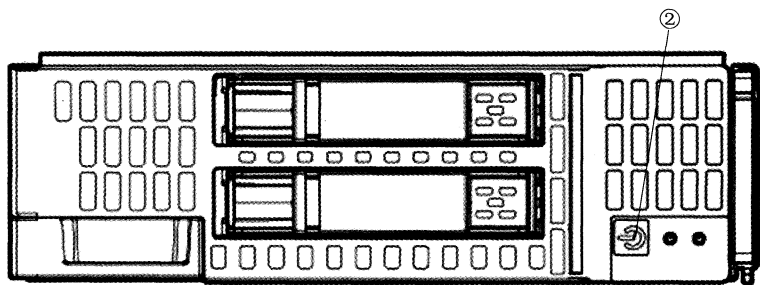

图 9-85 检查电源指示灯是否为琥珀色
(5) 该刀片电源指示灯为琥珀色
查看服务器电源指示灯,如图 9-85 编号②所示。系统电源指示灯若点亮且为琥珀色,说明服务器处于待机状态,此时服务器可能有如下情况。